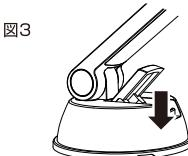

図3
2. 吸盤ベース本体を取付面にしっかりと押付けながら、吸盤の固定レバーを倒し吸盤が固定されたことを確認してください。(図3)